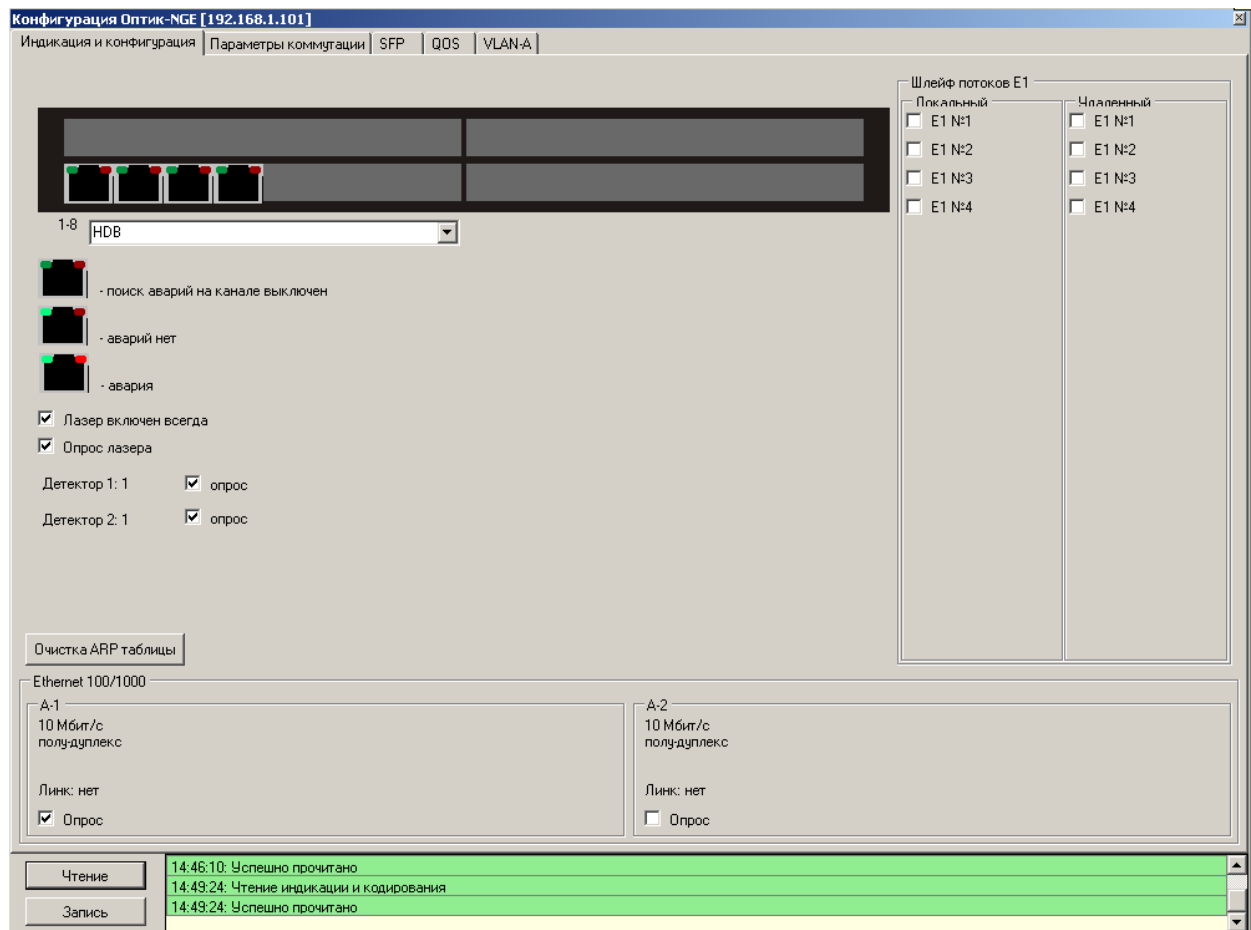

Рисунок 11 - Закладка «Индикация и конфигурация»
- соедините блок Оптик-NGE по стыку Ethernet 10/100Base-TX с сетью Ethernet (HUB или компьютер непосредственно), схема раскладки шнура приведена в разделе 2, рисунок 11;
На этой закладке (рисунок 11) можно: